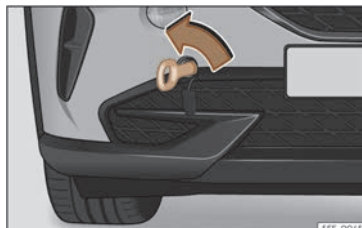

Fig. 45 Pare-chocs avant droit : œillet de remorquage vissé.
- Vissez l'œillet de remorquage dans le logement en le faisant tourner au maximum **dans le sens inverse des aiguilles d'une montre**» fig. 45 » ①. Utilisez un objet appro-